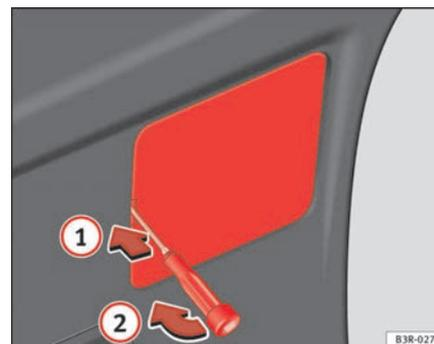

Fig. 227 Retirer le cache du revêtement du hayon
- Introduisez le tournevis dans l'évidement du cache ⇒ page 291, fig. 227 ① et retirez le cache ②.